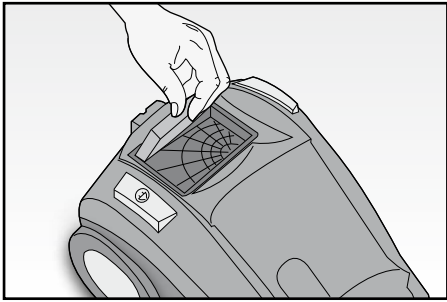

Fig. 12
- Estrarre il contenitore della polvere (A) come descritto in precedenza.
- Rimuovere il filtro e pulirlo con acqua corrente (Fig. 12). Farlo ben asciugare.